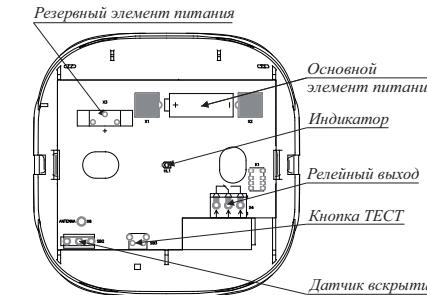

Рисунок 2
- 5.4 На плате МР (рисунок 2) расположены: